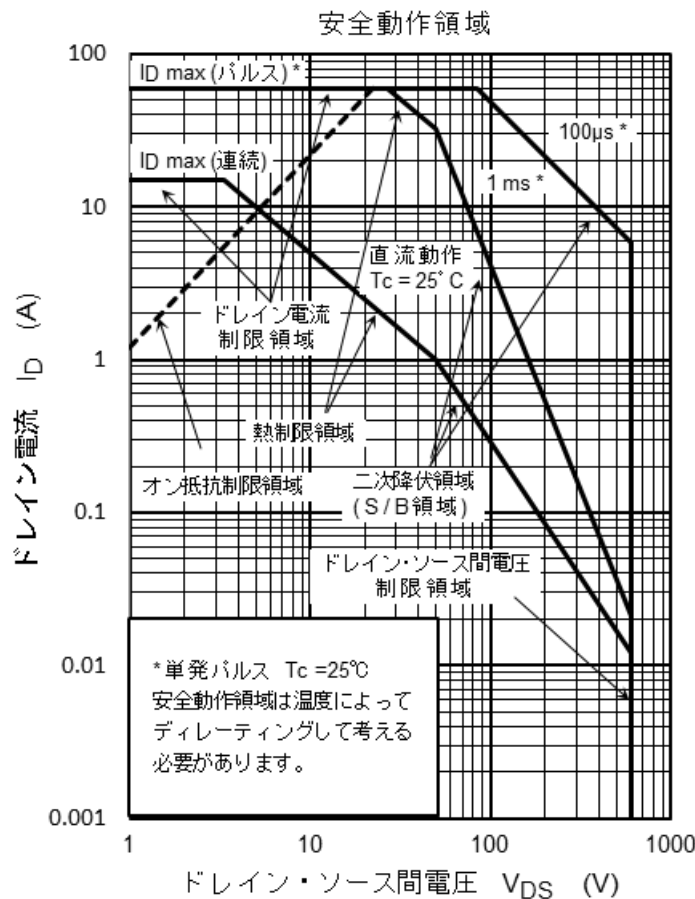
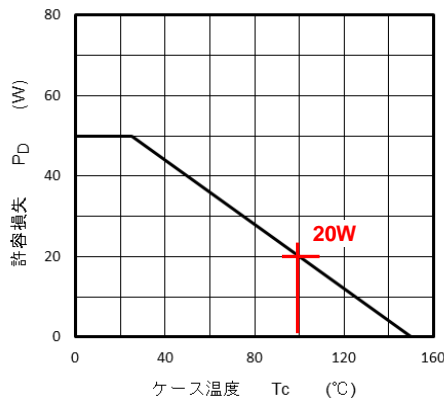
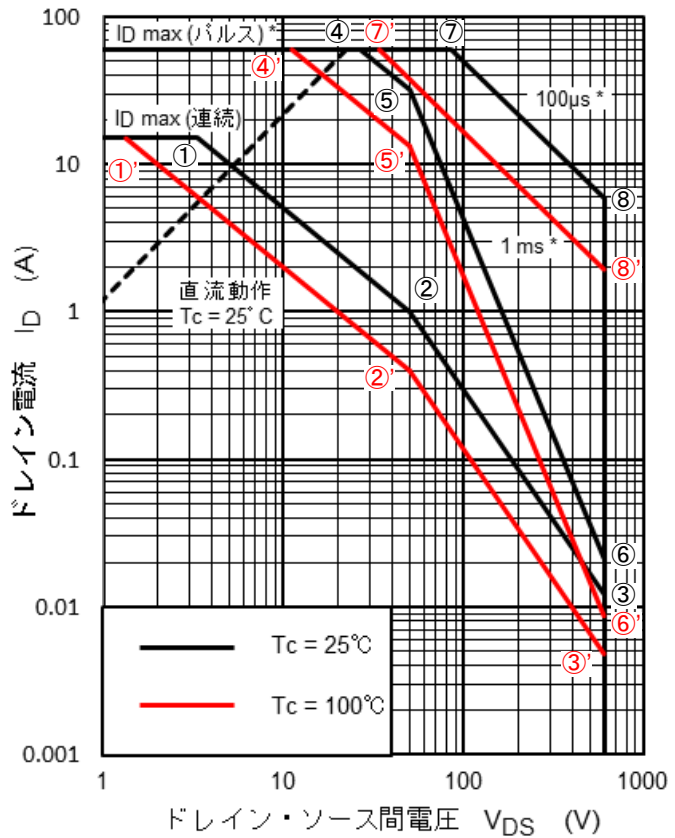

図 2.1 MOSFETの安全動作領域 (SOA)
図 3.1  $P_D - T_c$  特性
図 3.2 SOA の温度デレーティング
図2.1のSOAにて  $T_c = 100^\circ\text{C}$  のときのデレーティングを考慮した  $P_D$  を求めます。図3.1は  $P_D - T_c$  特性でデレーティング時の  $P_D$  は(3-1)式で与えられます。 $T_c = 100^\circ\text{C}$  の時の  $P_D$  は20Wになります。なお、(3-1)式は熱制限領域に適用されます。
図3.2にて、 $T_c = 25^\circ\text{C}$  時には①と②は熱制限領域であるため、 $P_D(\max) = 50\text{W}$  ( $V_{DS} \times I_D = 50\text{W}$ )の等電力線上にあり、 $T_c = 100^\circ\text{C}$  時には図3.1から求めた20Wの等電力線のラインにデレーティングされます。①'と②'のポイントは①の  $V_{DS}$ 、②の  $I_D$  を(3-2)式よりそれぞれ40%にデレーティングし、(3-3)式と(3-4)式から求めることができます。